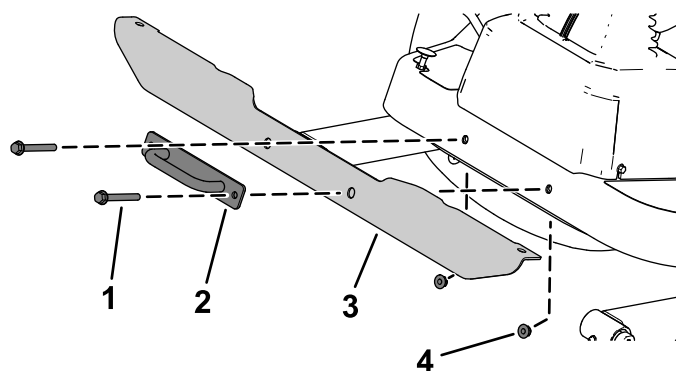

Figure 19
2. Fixez le support transversal d'éclairage sur la plate-forme à l'aide des boulons, des écrous et du support d'attache (Figure 19).